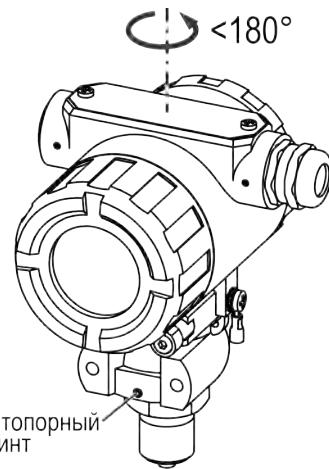

Рисунок 6.6 – Поворот корпуса относительно штуцера
1. Ослабить стопорный винт с помощью ключа для внутреннего шестигранника размером S = 2 мм (см. рисунок 6.6).